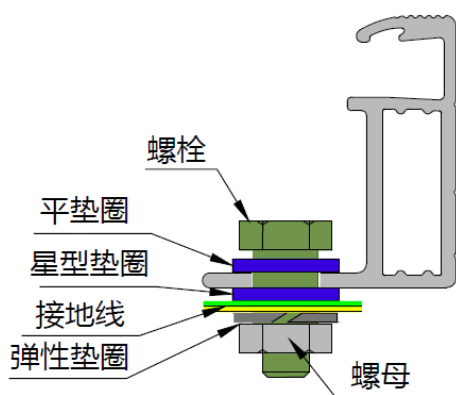

图 11 螺栓接地图
- 组件背面边框的长边靠边缘部有直径为 4mm 的接地孔；根据 IEC 61730-1:2023 标准，边框上的接地孔标有典型的接地符号（ $\perp$ ）。该孔只可用于接地，因此不能用于组件安装。这种方法包括螺栓、平垫圈、起始垫圈、垫圈和螺母，见图 11。安装接地时应拧紧螺栓，组件边框不得额外打孔；